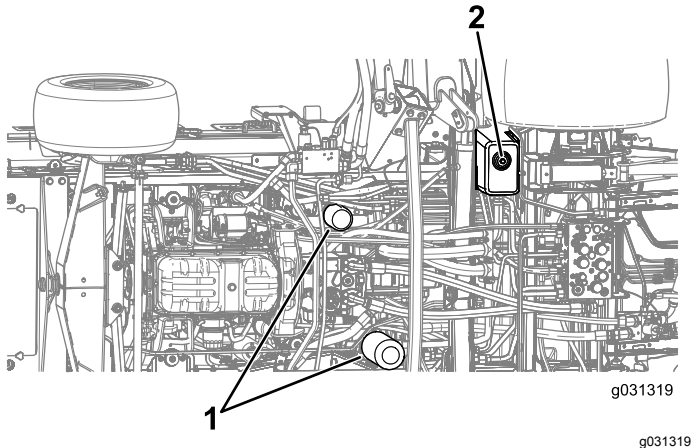

Figura 122
4. Rimuovete il tappo di spurgo dalla base del serbatoio e lasciate fuoriuscire il fluido idraulico nella bacinella (Figura 122).
7. Collocate una bacinella di spurgo sotto il filtro e togliete il filtro (Figura 122).